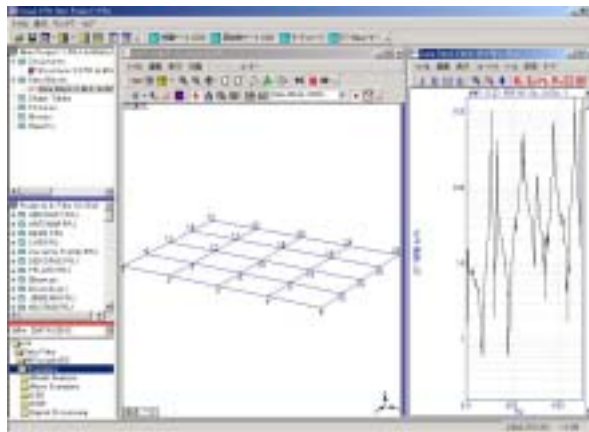

図 9 ウィンドウの整列
3. 【ウィンドウ | Arrange | タイル】または、メインウィンドウの  ボタンを選択してワークエリア中のファイルを図 9 のように整列させてください。